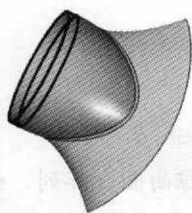
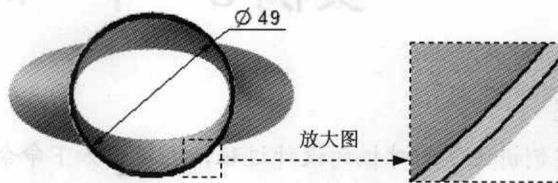

图 2.13 拉伸特征 1
图 2.14 截面草图
Step11. 创建图 2.13 所示的拉伸特征 1。
- (1) 选择命令。在 **实体** 区域中单击  按钮。
- (2) 定义特征的截面草图。选取俯视图 (XY) 平面作为草图平面, 进入草绘环境; 绘制图 2.14 所示的截面草图 (此草图为一个直径值为 49 的圆和一个取自于模型内边线的圆组成), 单击  按钮。
- (3) 定义拉伸属性。在“拉伸”命令条中单击  按钮, 确认  与  按钮不被按下, 在 **距离** 下拉列表中输入 4.0, 并按 Enter 键, 在图形区空白区域单击。
(4) 单击“拉伸”命令条中的  按钮, 单击  按钮, 完成拉伸特征 1 的创作。